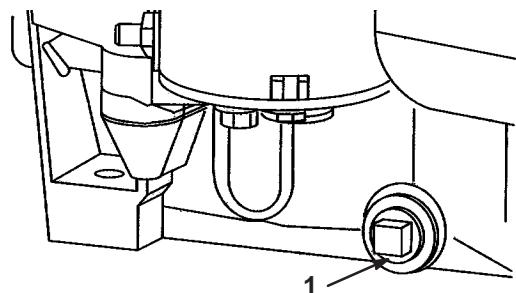

Bild 19
4. Stellen Sie eine Auffangschale unter den Ölpeilstab/das Einfüllrohr und entfernen die Verschlussenschraube (Bild 19).